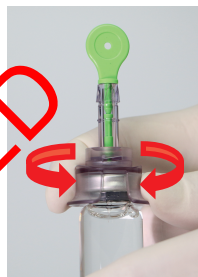

图 6
- 通过拧动将灌注适配器尖头插入到药瓶中，直到完全插入，如图 6 所示。